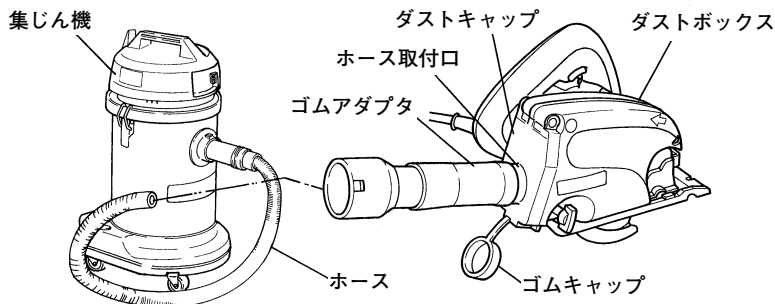

図 21
- (1) ダストボックスの後方に取付いているゴムキャップをはずします。
- (2) 集じん機のホース先端に、集じん機に付属しているゴムアダプタを強くさし込みます。次に、ダストキャップのホース取付口にゴムアダプタをさし込み、接続します。(図 21)